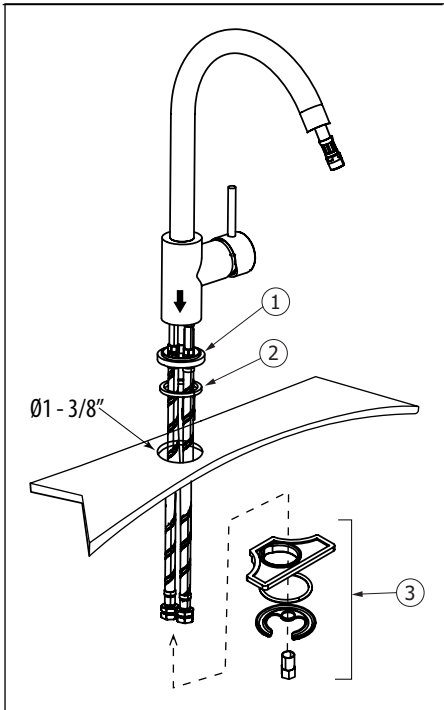

Fig.1
Insert the base ring (1) and the rubber washer (2) below the faucet body. Insert the faucet flexible hoses into the hole of your sink or countertop and secure it with mounting kit (3) as shown (Fig.1).
Insérer l'anneau (1) et la rondelle en caoutchouc (2) sous le corps du robinet. Insérer les flexibles du robinet dans le trou du lavabo ou du comptoir et fixer le robinet avec les pièces prévues pour l'ensemble de fixation (3) tel qu'illustré (Fig.1).